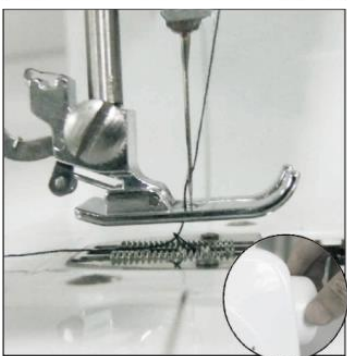

Fig.9
- 4) Houd het uiteinde van de bovendraad met één hand vast en draai het handwiel met de andere hand tegen de klok in, de naalddraad neemt de spoeldraad op en trekt het door het gat onder de naald (Fig.9).